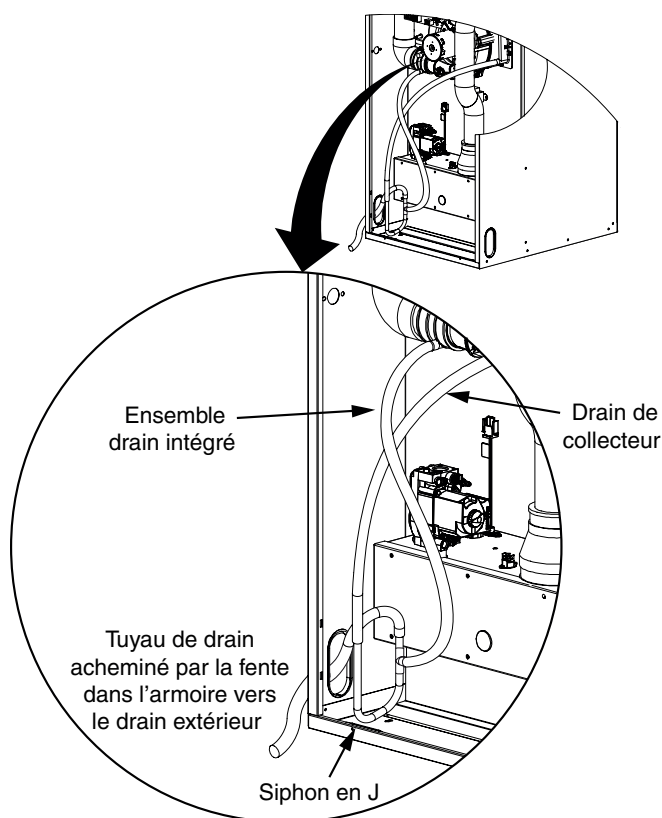

Figure 17. Évacuation du condensat
- Le drain à condensat peut sortir par la fente gauche ou droite à la base de la fournaise. Voyez la Figure 17 (page 18). Assurez-vous que le flexible d'écoulement n'est pas entortillé.
1. Retirez le tube souple du boîtier collecteur (Figure 17) et